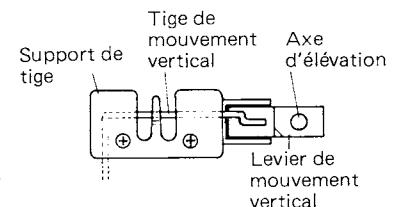

Fig. 5-2.
- Déposer le support de la tige de mouvement vertical du bras et la tige en dévissant les deux vis de fixation (Fig. 5-2).